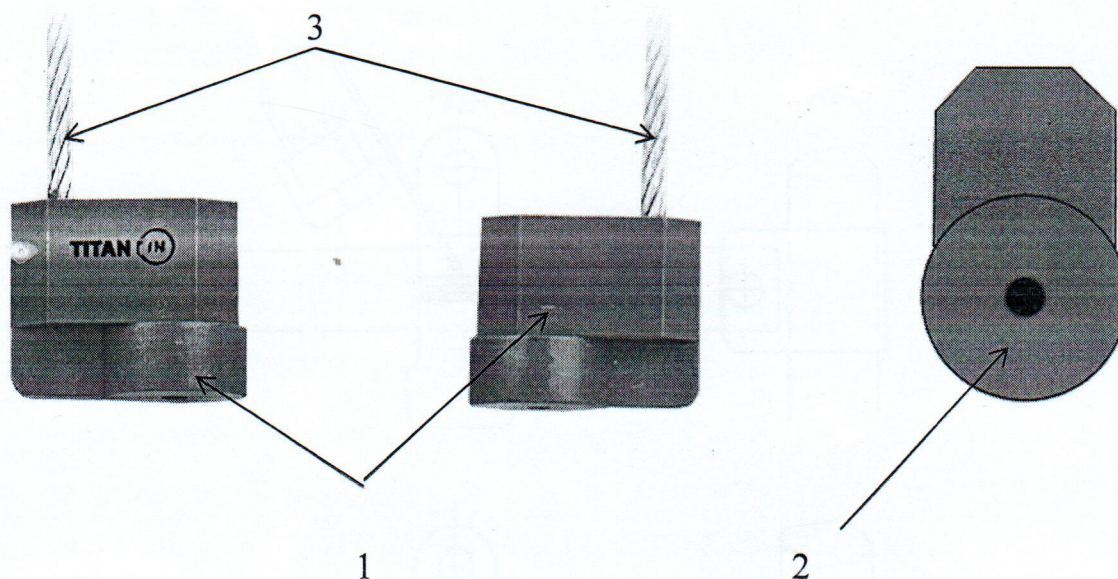

рис. 1
3.2. ЗПУ «Титан» (рисунок 1), состоит из корпуса пломбы 1, в котором расположен фиксирующий механизм с отверстием 2, каната 3.